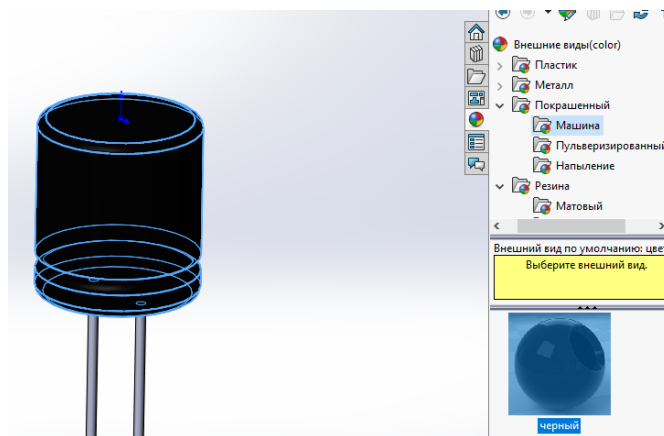

Рисунок 10 – выбор цвета
13. Справа откроется панель инструментов. Выберем произвольный цвет из встроенной библиотеки SolidWorks. Для примера был выбран цвет Покрашенный – Машина – Черный (рис. 10).